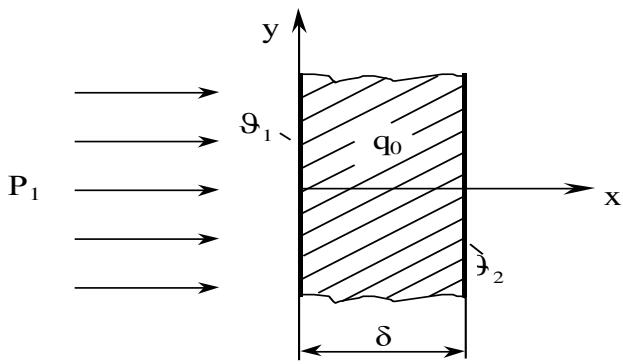

Рис. 3
1. Определить температуру плоской стенки v_1 на границе с воздухом при заданных граничных условиях 1-го и 2-го рода (рис. 3)